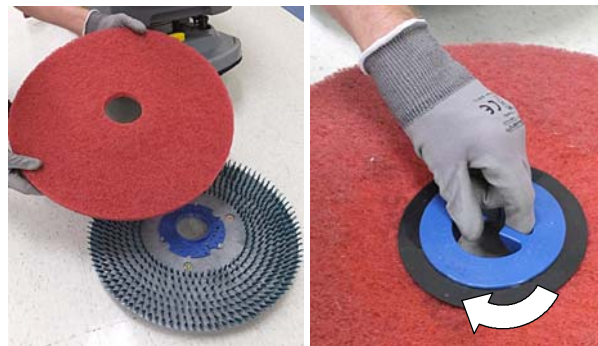

РИС. 9
2. Перед установкой диска прикрепите прокладку к приводу прокладки (Рисунок 9). Закрепите прокладку центрирующим замком.